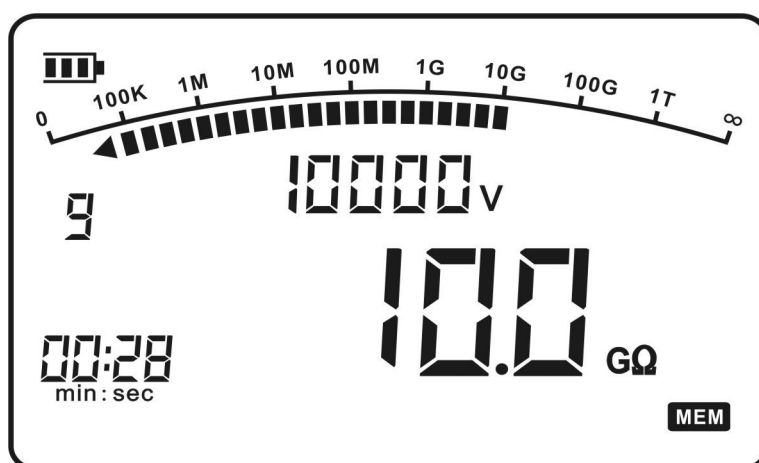

图 5：查询状态显示
- c、按动**翻页键**（5）选择编号，可查询该编号测试结果（当时测试所用的电压值，测试时间以及停止测试时的阻值），见图5。